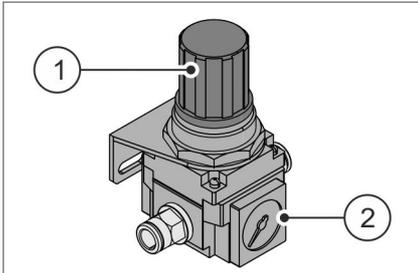

Abb. 23 Druckregler Druckerhöhungs-
Über den Druckregler Abb. 23 / ① an der linken Seite der Abfüllstation wird der Druck für die Druckerhöhungspumpen eingestellt und kann am Manometer Abb. 23 / ② abgelesen werden.